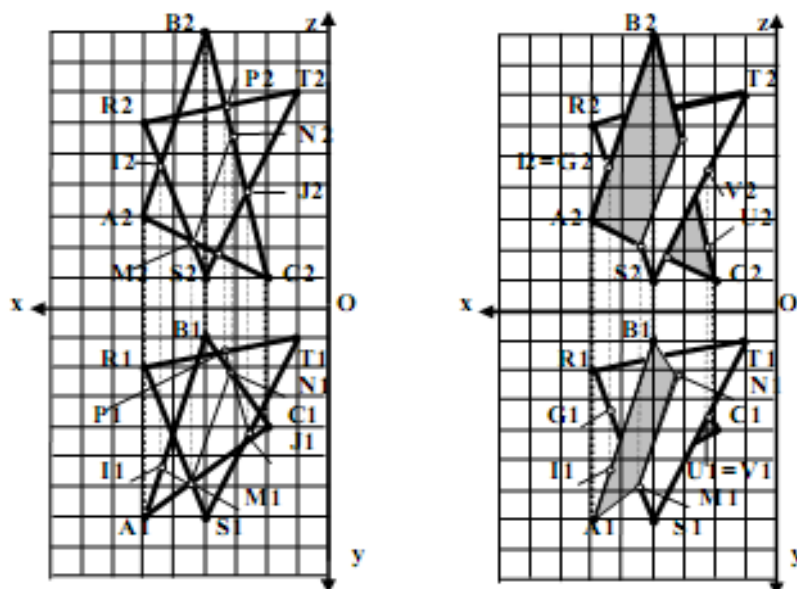

Рисунок 3.3 –перетинання
2.4. Визначимо лінію перетинання площин  $ABC$  і  $RST$  (координати точок  $RST$  – відповідно  $(6,2,6)$ ,  $(4,7,1)$  і  $(1,1,7)$ ). Для вирішення цієї задачі двічі застосовуємо рішення задачі на перетинання прямої і площини (рис. 3.3,а)
3. Визначимо видимість площин по конкуруючих точках  $I_2=G_2$  і  $V_1=U_1$  (рис. 3.3,б):